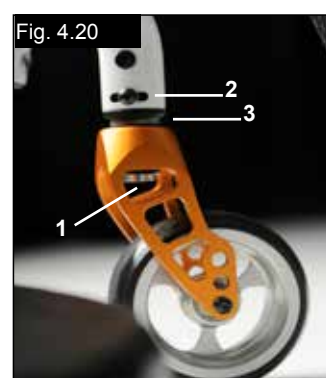

Fig. 4.20
Revissez maintenant la vis (1). (Fig. 4.20).